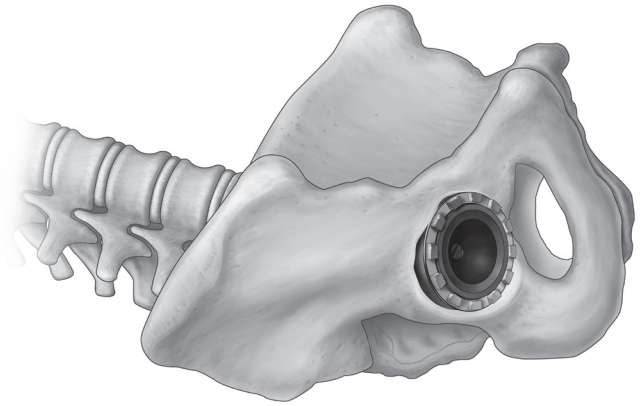

Figura 9
Paso 3. Coloque el inserto de prueba en el cotilo. El inserto de prueba debe permanecer en el lugar hasta que finalicen las reducciones de prueba (Figura 9).